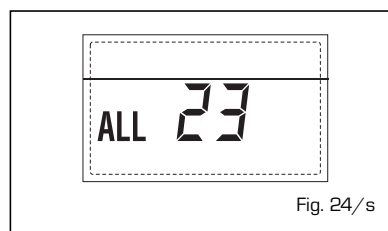

Fig. 24/s
**- ANOMALIA NÚMERO DE ADAPTADORES LIGADOS "ALL 29" (fig. 24/y)**